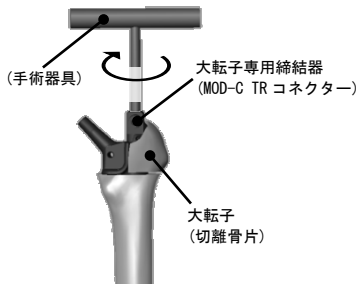

図 b-1
- 2) トルクレンチ等の専用手術器具を使用して、大腿骨ステムの上部に大転子専用締結器を連結し、接合する部分を把持固定する(図 b-1、b-2)。